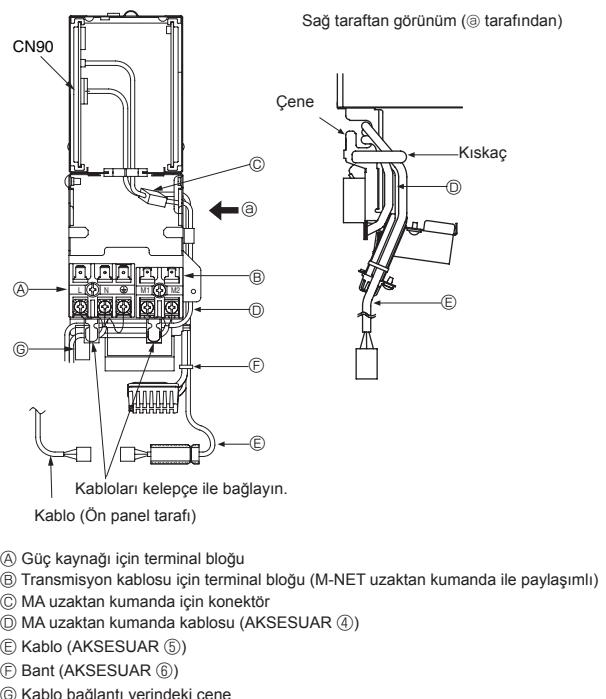

Fig. 5-1
5.1. İç ünite (Fig. 5-1, 5-2)
- Eski kablo ⑤'i elektrikli parçalar kutusundaki kumanda panosu üzerinde bulunan CN90'a bağlayın.
- MA Uzaktan kumanda kablosu ④ ile kablo ⑤'i elektrikli parçalar kutusunun sağ tarafındaki çene içerisinde kıskaçla bağlayın.
- MA Uzaktan kumanda kablosu ④'ü klemensin alt tarafından gelen kabloya birlikte sabitleme kıskaçına bağlayın.
- Kablo ⑤'i ekli bant ⑥ ile sıkıca sabitleyin.